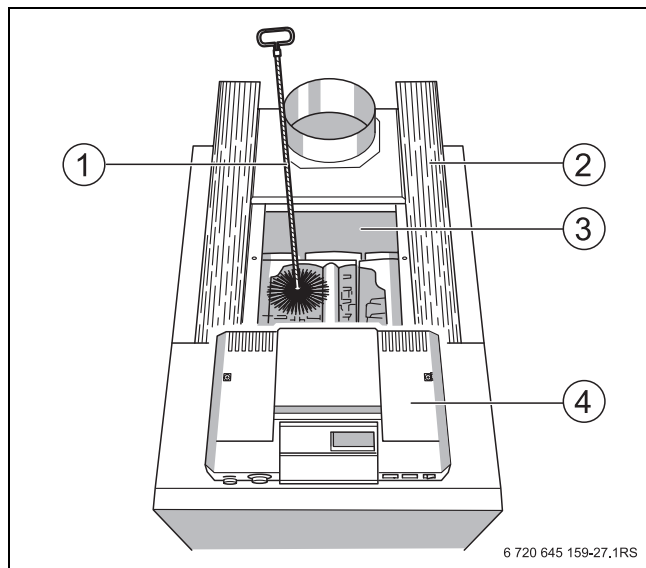

Рис. 45 Чистка газоотводящих каналов
- ▶ Отогните теплоизоляцию в сторону (→ рис. 45 [2], стр. 48).
- ▶ Снимите крышку люка для чистки с коллектора дымовых газов (→ рис. 45 [3], стр. 48).